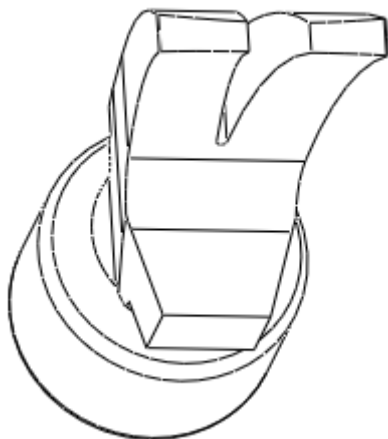

图 40-37
- (4) 单击草绘命令工具栏中的  按钮,返回拉伸特征操控板,调整材料的移出方向,单击  按钮,完成特征的建立,如图 40-37 所示。